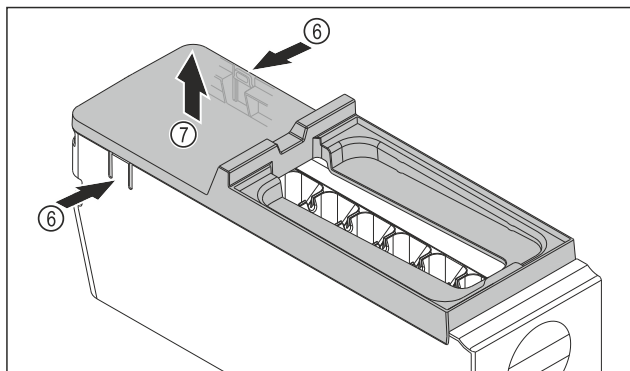

Fig. 122
- ▶ Снимите крышку корпуса EasyTwist-Ice: Надавите рукой на накладки Fig. 122 (6) с обеих сторон корпуса EasyTwist-Ice.
- ▶ Другой рукой снимите крышку Fig. 122 (7) по направлению вверх.